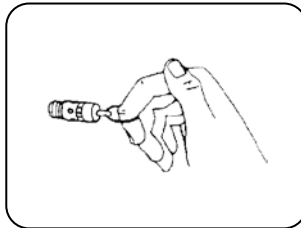

FIGURA 8.2
11. Verifique el funcionamiento del purgador manual o automático (Figura 8.2) (ajuste de los botones de tiempo en el purgador o ajuste de los parámetros P100 y P101, conforme la versión del producto).
- Verifique el funcionamiento de la válvula de seguridad (Figura 8.2);